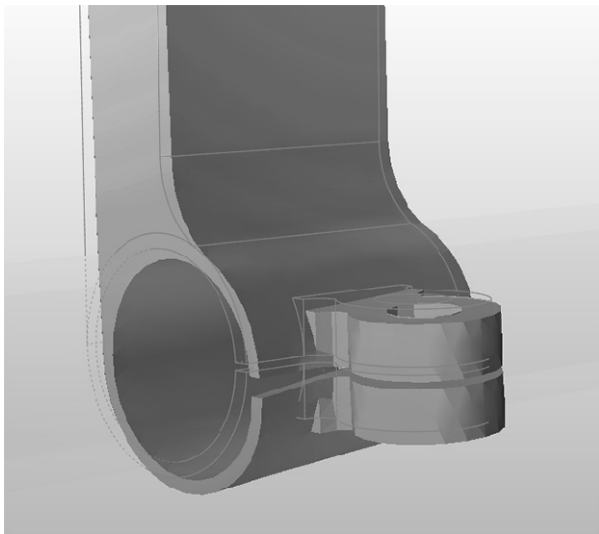

图 12-38
4) 单击分析探索器上的显示/隐藏变形状态图标, 如图 12-38 所示。请注意, 杆穿过 L 形托架的区域发生了不一致的位移, 因为杆已经和夹钳分离。这更好地反映了现实中的物理状况。